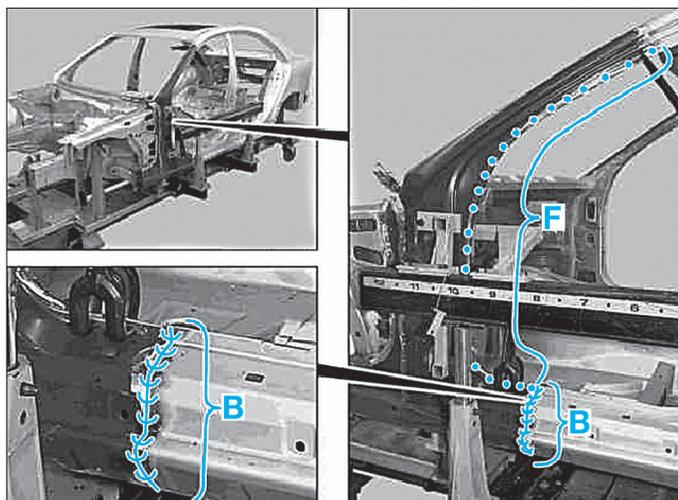

FIG. 56
- Souder en cordon continu sous protection gazeuse le montant de pare brise à la caisse zone (P).
- Souder à la pointeuse électrique par résistance par points les points zone (F) (Fig.56).